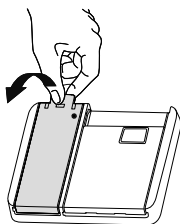

Abb. 21
- ▶ Klappen Sie den Deckel des Klarspülerbehälters auf, indem Sie an der Verriegelung ziehen (siehe **Abb. 21**).